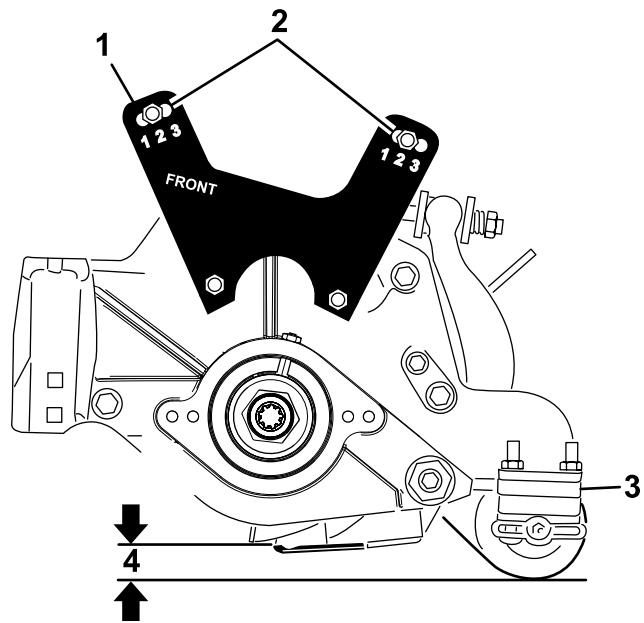

Bild 21
- Senken Sie die Schneideeinheit auf den Boden ab und messen den Abstand zwischen dem Boden und der Oberkante des Untermessers, wie in Bild 21 abgebildet.